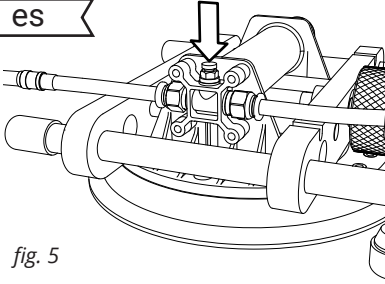

fig. 5
20. Presione hacia arriba en la lengüeta de liberación de vacío de cada taza para romper el sello, luego levante cada unidad del material. (ver fig. 5)